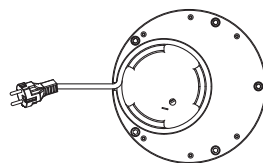

Fig. 18
- Vikle opp ledningen manuelt uten å trekke for mye i den, slik at den vikles riktig på spolen. (fig. 18)